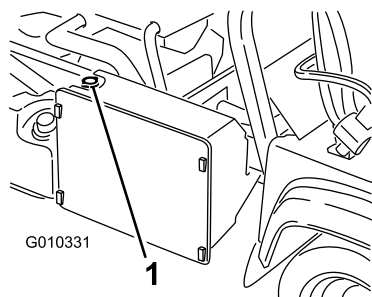

Bild 77
3. Nehmen Sie den Kühlerdeckel ab (Bild 77).
7. Füllen Sie den Kühler auf und schrauben Sie den Deckel auf (Bild 77).